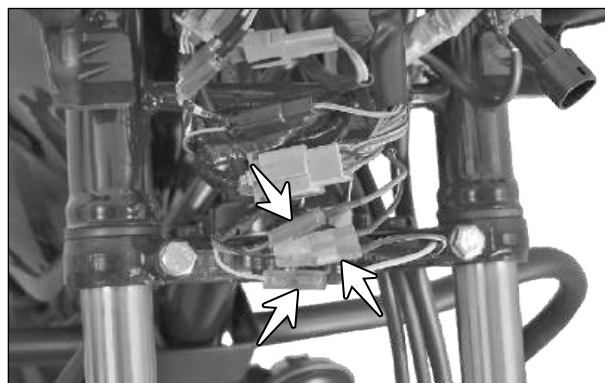

Fig. 6.43
- Desconecte cuidadosamente os conectores da fiação da luz da sinaleira dianteira esquerda e direita (setas). (Fig. 6.43)